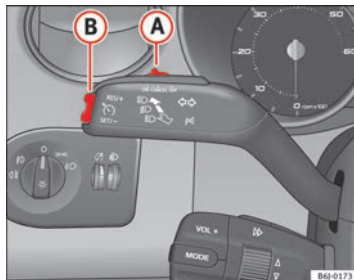

Fig. 113 Leva degli indicatori di direzione e degli abbaglianti: interruttore e tasto di comando del regolatore di velocità
- Premere la parte superiore del tasto **RES** ⇒ fig. 113 **(B)** per aumentare la velocità. La velocità sale finché si tiene premuto il tasto. Il sistema memorizza come parametro di riferimento la velocità raggiunta nel momento in cui si lascia andare il tasto.
Se si riduce la velocità schiacciando il pedale del freno, il regolatore si disattiva. Per riattivare il regolatore di velocità si deve premere una volta sulla parte superiore del tasto **RES+** ⇒ fig. 113 **(B)**.